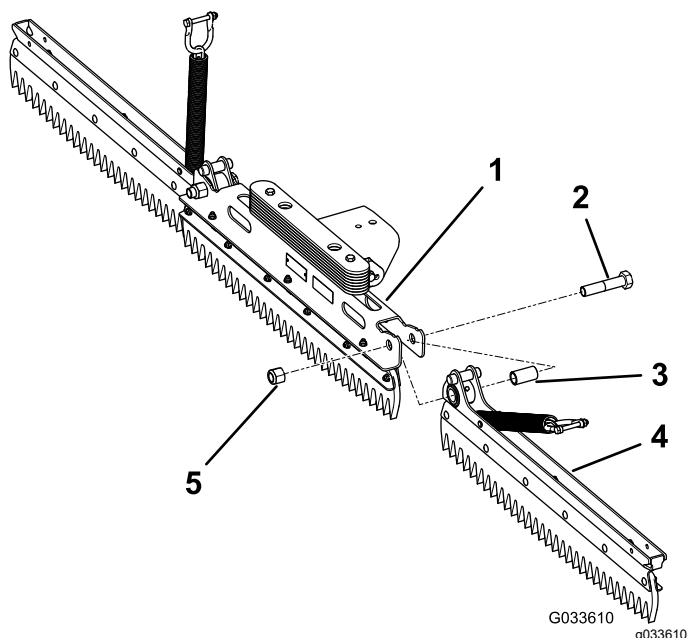

Figura 3
2. Insira um espaçador no orifício da articulação de cada conjunto lateral (Figura 3).
4. Prenda o conjunto do lado esquerdo com um parafuso ($\frac{3}{4} \times 3\frac{1}{2}$ pol.) e uma porca de bloqueio ($\frac{3}{4}$ "), apertado com 163 a 217 N·m; consulte a Figura 3.
6. Prenda o conjunto do lado direito com um parafuso ($\frac{3}{4} \times 3\frac{1}{2}$ pol.) e uma porca de bloqueio ($\frac{3}{4}$ "), apertado com 163 a 217 N·m; consulte a Figura 3.